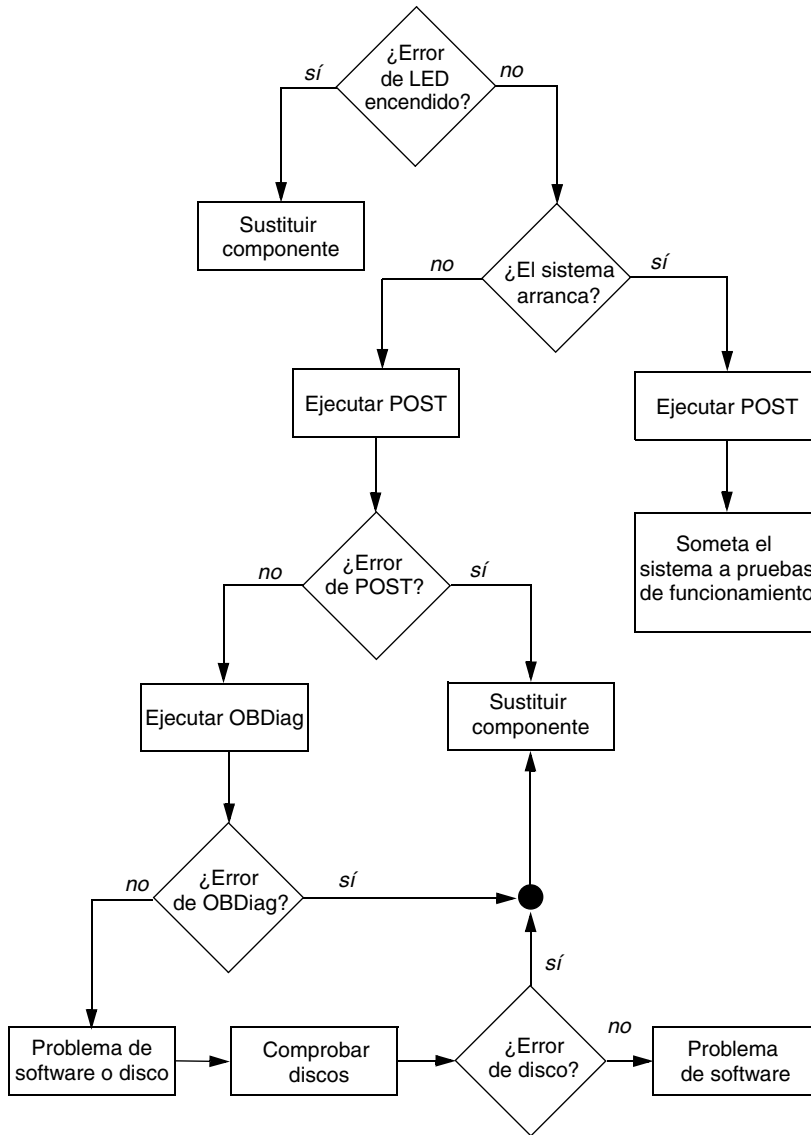

FIGURA 3-1 Elección de una herramienta para aislar errores de hardware
- Si el sistema *puede* arrancar, debe utilizar una herramienta más exhaustiva. El proceso típico para aislar errores se ilustra en la FIGURA 3-1).